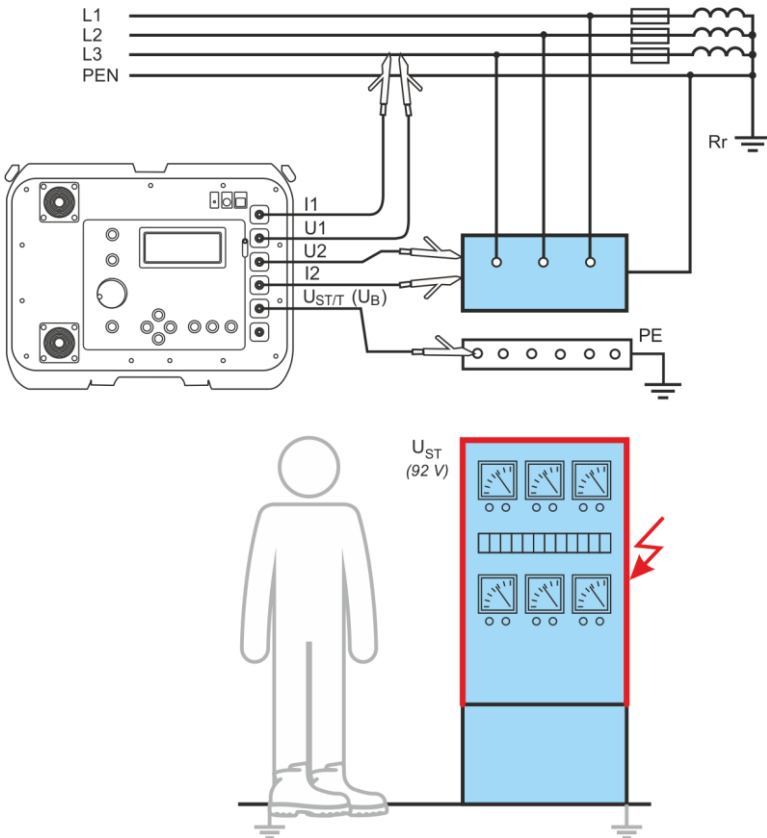

Abb. 14 Messen der Berührungsspannung U_{ST}
- Verbinden Sie die Messleitungen gemäß Abb. 14 oder Abb. 15: